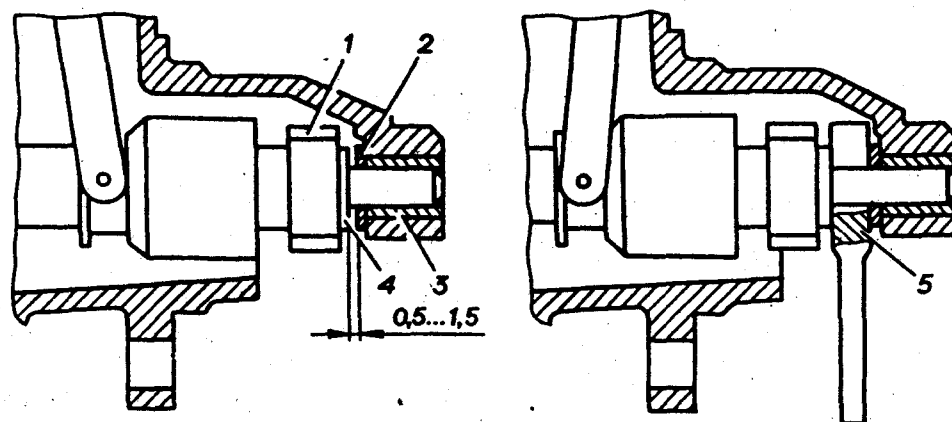

Рис. 111. Регулирование реле стартера:
- проверить регулировку реле стартера. Для этого выводную клемму обмоток реле соединить с положительной клеммой аккумуляторной батареи, а корпус стартера — с отрицательной. Для контроля замыкания контактов в цепь между положительной клеммой аккумуляторной батареи и контактным болтом реле стартера (отсоединенным от положительной клеммы батареи) включить лампу (24В). Подать напряжение на реле стартера и замерить зазор между упорной шайбой на валу якоря и втулкой привода, который должен быть равен 0,5-1,5 мм (рис. 111). Контакты реле при этом замыкаются и лампа загорается;